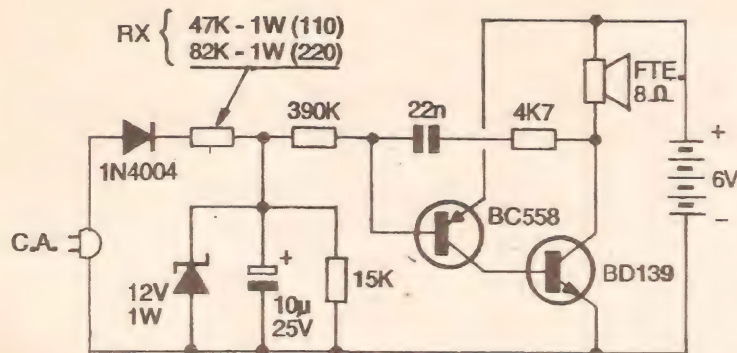
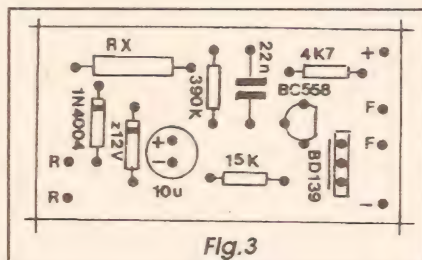

Fig. 1
Fig. 3
- FIG. 3 - CHAPEADO DA MONTAGEM - Tirando o alto-falante, os LDRs, o transformador de força, rabicho e interrup-
- FIG. 1- DIAGRAMA ESQUEMÁTICO DO CIRCUITO - O gerador do sinal de áudio está no *centro* do circuito, na forma de um **ASTÁVEL** (oscilador) estruturado com transistores complementares (o que permite restringir bastante a quantidade de componentes, compactando o circuito...), sendo um BC558 (PNP, baixa potência) e um BD139 (NPN, média potência). A frequência de oscilação (no caso, dentro da faixa central de áudio...) é basicamente determinada pelos valores do capacitor de 22n e dos resistores de 4K7 e 390K. Nesse arranjo de **ASTÁVEL**, para que a oscilação possa iniciar-se e permanecer, é fundamental que o transistor BC558 receba polarização **negativa** de **base** (através do resistor de 390K...), já que o dito cujo é de polaridade PNP... Em condição de *stand by* contudo, havendo energia na rede C.A., o diodo 1N4004, em série com o resistor limitador **R_x** (47K x 1W em 110V, ou 82K x 1W em 220V...)
- **FIG. 3 - CHAPEADO DA MONTAGEM** - O outro lado da plaquinha (o não cobreado...), com os componentes principais estilizados de forma bastante clara... Observar que nos *chapeados* de APE, a maioria dos componentes é estilizada num desenho muito próximo ao de sua aparência real e - quando isso não é possível (ou pode deixar margem a dúvidas...) - iconografado pelo seu próprio símbolo esquemático... Alguns dos componentes (transistores e diodos, no caso...) são polarizados, devendo ter suas posições de inserção rigorosamente respeitadas... Observar que o BC558 deve ficar com seu lado *chato* voltado para o BD139, e que a face metalizada deste deve ficar virada para a posição ocupada pelo dito BC558... Ambos os diodos (1N4004 e zener de 12V...) ficam com suas extremidades de **catodo** (marcadas com um anel ou faixa...) voltadas para a posição ocupada pelo resistor R_x ... Quanto a este (R_x), não esquecer de adequar o seu valor à tensão da rede local, conforme indicam o diagrama esquemático (FIG. 1) e a própria **LISTA DE PEÇAS**... Atenção ainda à polaridade dos terminais do capacitor eletrolítico, bem como as valores dos demais componentes (os não polarizados...). Qualquer dúvida sobre a interpretação dos valores, polaridades ou identificação de terminais, pode ser dirimida com uma consulta ao **TABELÃO APE**... Antes de se cortar as *sobras* dos terminais (pelo lado cobreado...), tudo deve ser re-conferido, incluindo nessa verificação uma análise cuidadosa dos pontos de solda (face cobreada), retificando-se eventuais *curtos*, falhas ou *corrimentos* neles encontrados...